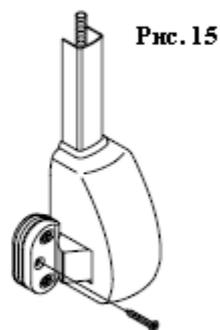

Рис. 15
19) Просверлите третье 2.6-миллиметровое отверстие и окончательно зафиксируйте верхнюю и нижнюю боковую ответную часть (рис. 15).